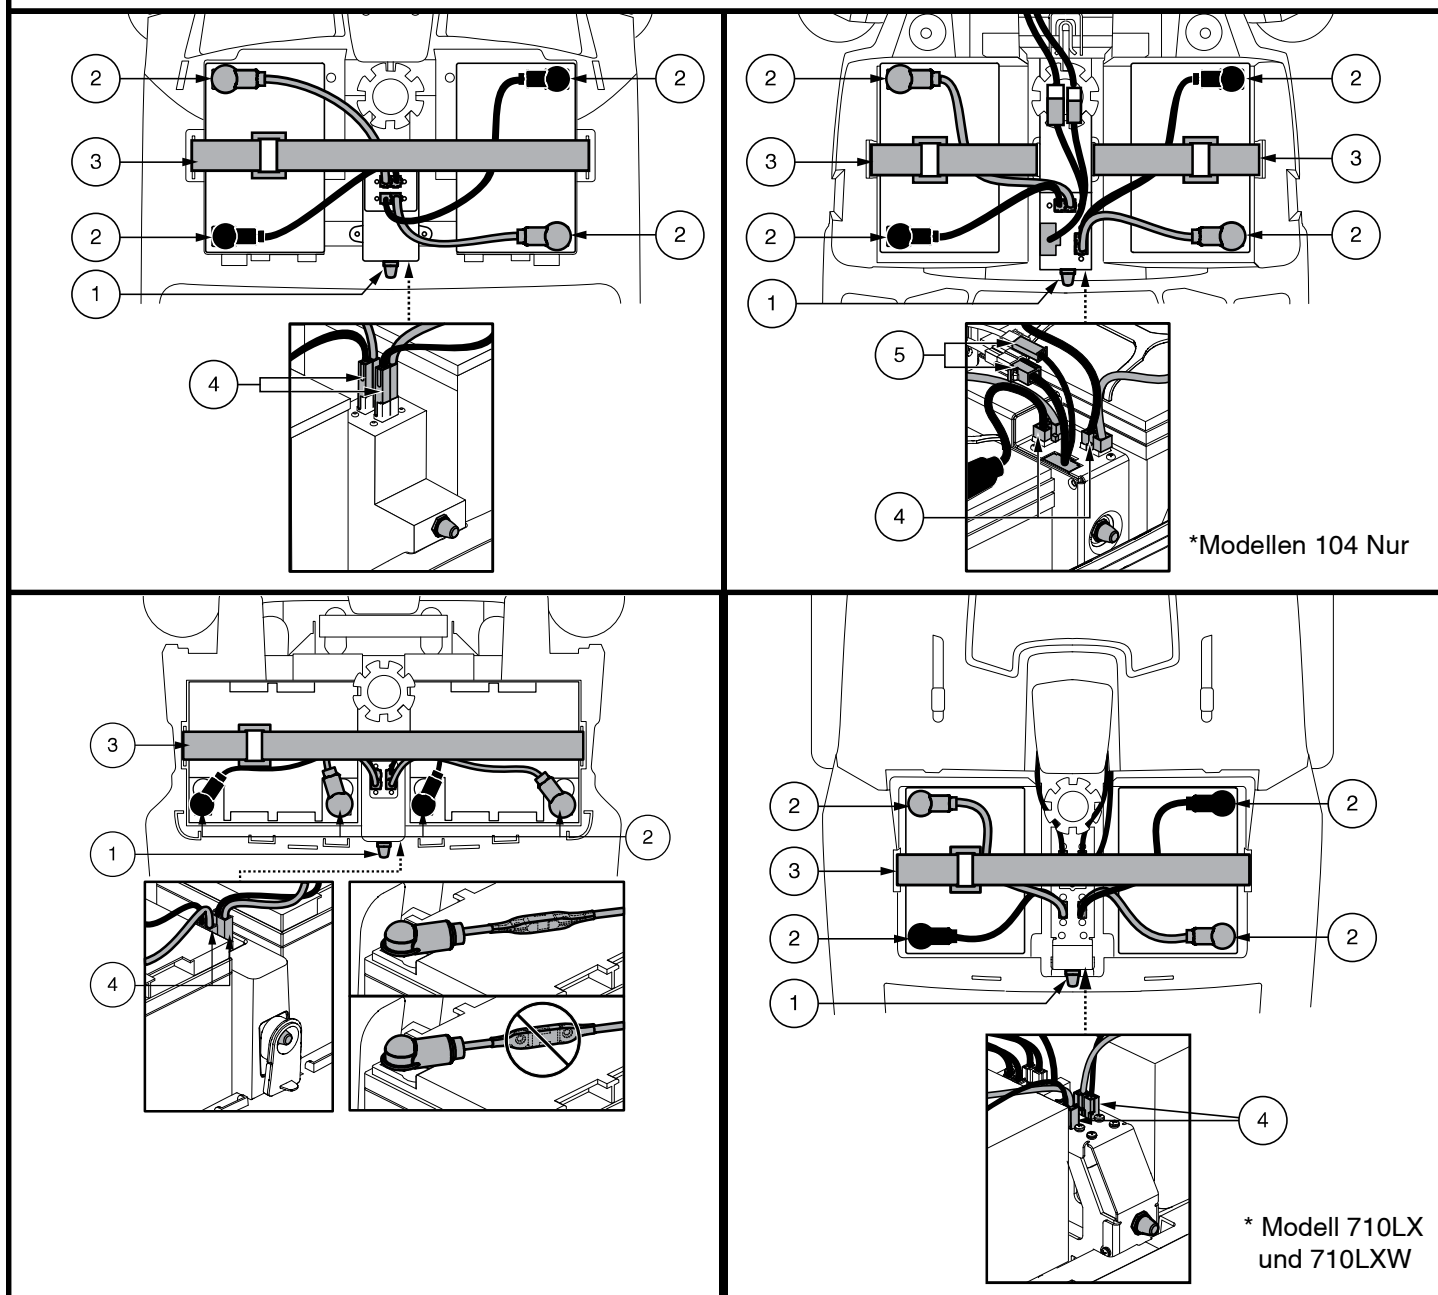

Abb. 16. Batterie Ausbau/Einbau Batteriepole und Verabelung
2. Lösen Sie den Haltegurt der Batterie. **Siehe Abb. 16.**
3. Trennen Sie die Batterienkabel und ziehen Sie sie gerade nach oben. **Siehe Abb. 16.**
6. Legen Sie eine neue Batterie in jedes Batteriefach. Bei den Modellen 710LX und 710LXW sind die Batterieklemmen jeder Batterie nach hinten gerichtet. Bei allen anderen Modellen sind die Batterieklemmen jeder Batterie gegenüber und zu den Außenseiten des Elektromobils gerichtet. **Siehe Abb. 16.**